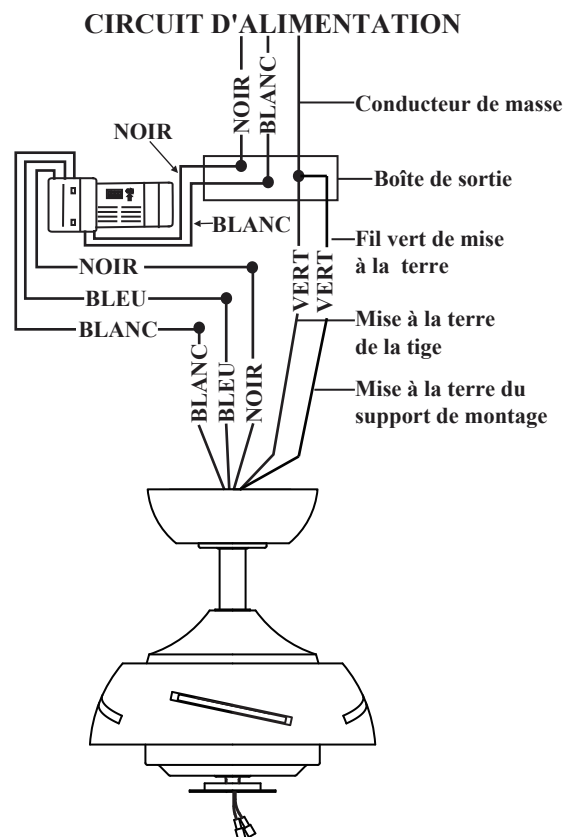

Fig. 9
3. Branchements électriques du moteur au récepteur : branchez le fil noir du ventilateur au fil noir du récepteur portant la mention « To Motor L » (pour moteur L). Branchez le fil blanc du ventilateur au fil blanc du récepteur portant la mention « To Motor N » (pour moteur N). Branchez le fil bleu du ventilateur au fil bleu du récepteur portant la mention « For Light » (pour luminaire). Fixez les branchements de fils à l'aide des capuchons de connexion en plastique fournis. (Fig. 9)
4. Branchements électriques du récepteur aux fils d'alimentation de la maison : branchez le fil noir (chargé) du plafond au fil noir du récepteur portant la mention « AC in L » (CA en L). Branchez le fil blanc (neutre) du plafond au fil blanc du récepteur portant la mention « AC in N » (CA en N). Fixez les branchements de fils à l'aide des capuchons de connexion en plastique fournis. (Fig. 9)
5. Si votre boîte de sortie possède un fil de mise à la terre (vert ou en cuivre nu), branchez-le aux fils de mise à la terre du ventilateur ou branchez le fil de mise à la terre du support de suspension au support de montage. Fixez le branchement de fils à l'aide d'un des capuchons de connexion en plastique fournis. Après le branchement, les fils doivent être étalés séparément de façon à ce que les fils vert et blanc se trouvent d'un côté de la boîte de sortie et les fils noir et bleu de l'autre côté. Rangez soigneusement les branchements dans la boîte de sortie. (Fig. 9)